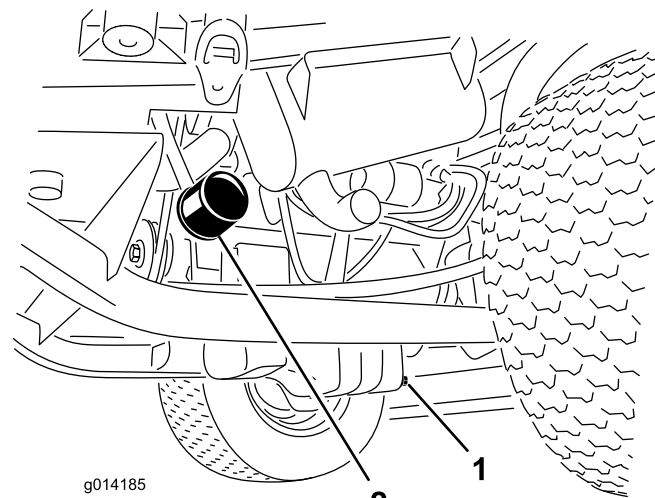

Figura 27
3. Retire o filtro do óleo (Figura 27).
1. Retire o tampão de escoamento (Figura 27) e deixe o óleo escorrer para um recipiente adequado.